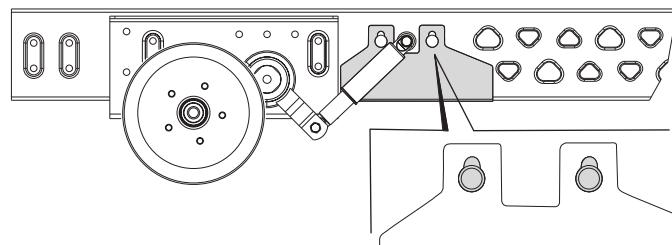

Fig. 15
- Velegnet til campingvogne på op til 2000 kg med Knaus Tabbert / Dyonic chassis AB3 med en rammetykkelse på mindre end 2,8 mm (Fig. 15).